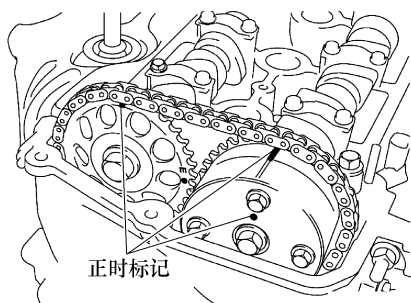

图 1-213 正时标记朝上设定
b. 检查并确认凸轮轴正时链轮和凸轮轴正时齿轮上的正时标记朝上，如图 1-213 所示。